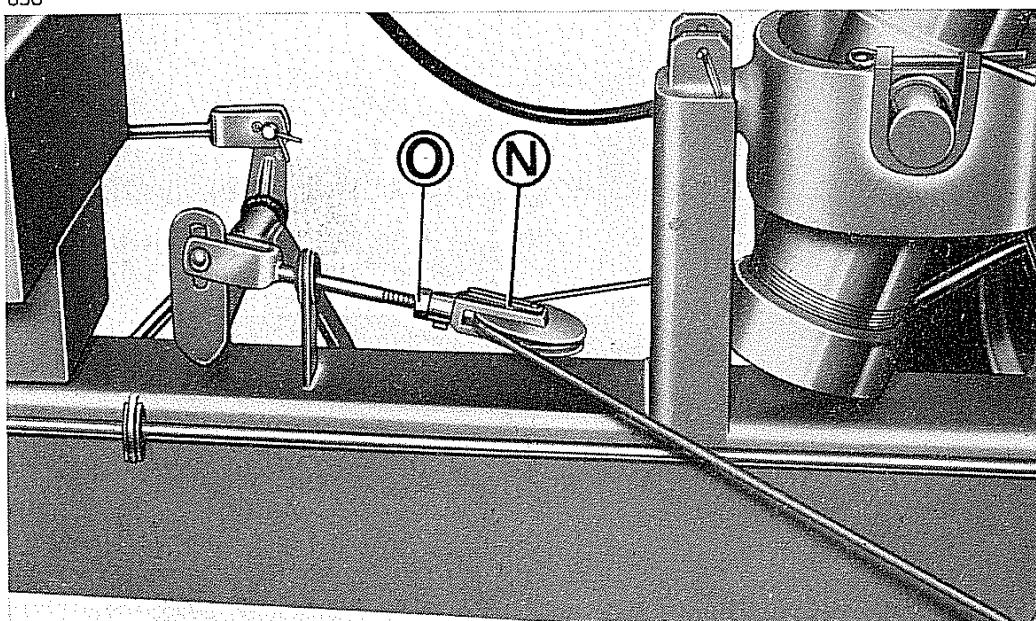

Fig. 28 - Registrazione frenatura di soccorso e stazionamento posteriore
- Separare la forcella **N** (fig. 28).
- Avvitare il dado **O** (fig. 28) e la forcella, sul tirante accorciando così la corsa di frenatura.